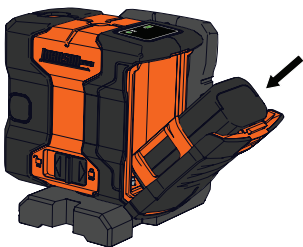

Figura 5
5. Vuelva a instalar la cubierta y vuelva a insertar la caja para batería en la unidad. Asegúrese de insertar primero el extremo con las aberturas. (Figura 5)
5. Instale la batería de iones de litio en la unidad como se describió anteriormente. (Figura 5 - Figura 6)